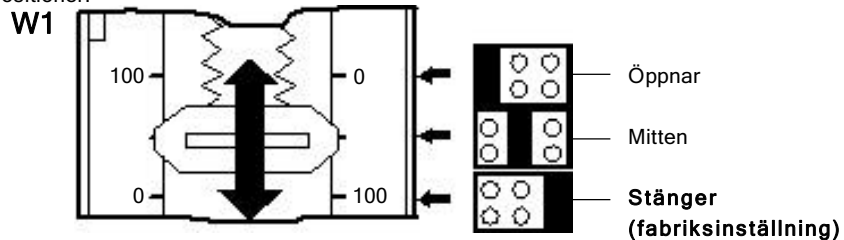

Fig. 35
4.2.1 Inställning av W1 förbindningsbrytare (felsignalläge, fig. 35)